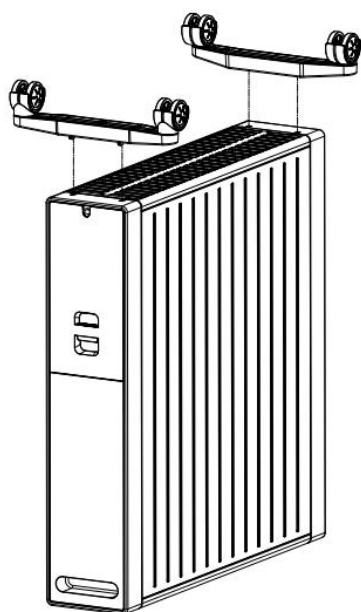
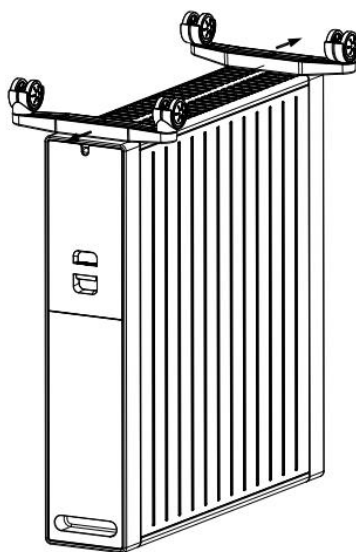

Fig 1
Fig 2
2. Placez les embases de roues dans les deux trous de chaque côté, puis poussez les embases de roues vers l'extérieur jusqu'à la bonne position (Fig 1 & Fig 2).